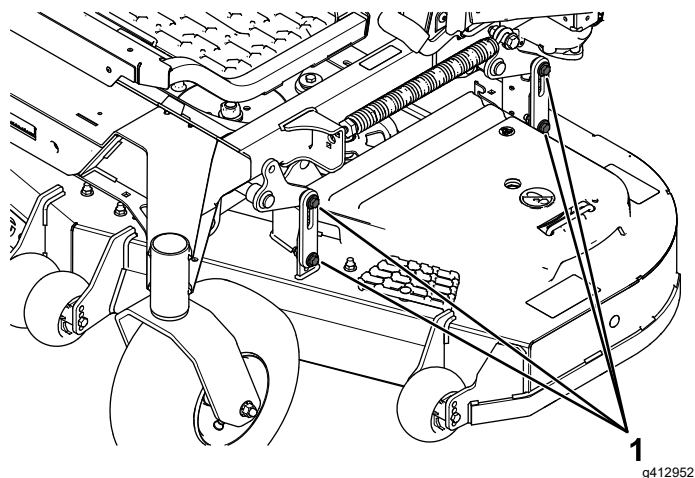

Figure 88
16. Desserrez les boulons (Figure 88) aux 4 coins de sorte que le plateau repose solidement sur les 4 cales.